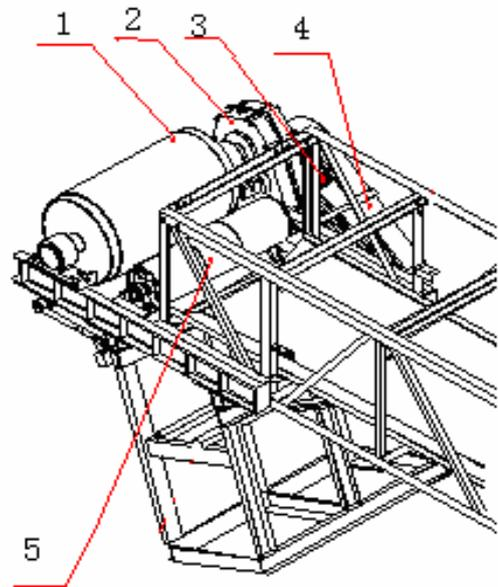

图 5
- h) 将皮带罩 4 拆卸(图 5)。
- i) 将皮带 3 拆卸(图 5, 下同)。